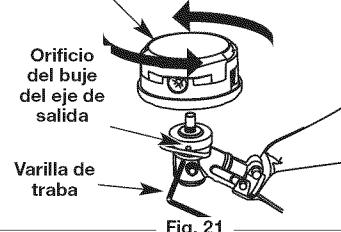

Fig. 21
- Coloque el conjunto de cabezal de corte en el eje de salida y hágalo girar en sentido contrario a las agujas del reloj hasta que quede apretado con la mano. (Fig. 21)
- Alinee el orificio del buje del eje con la ranura de la varilla de traba e inserte la varilla de traba en el orificio del buje del eje (Fig. 21).
- Atornille el accesorio de corte hacia la izquierda en el eje de salida. Apriete firmemente. (Fig. 21)